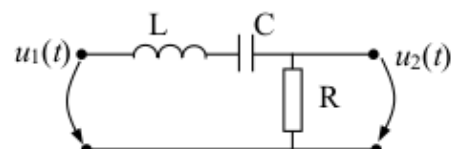

Fig. 3.
- Fig. 3: $R = 50 \dots 100 \Omega$, $L = 1\text{mH}$. Atenție! Aplicarea unei amplitudini mari ($> 1V_{VT}$) poate duce la arderea bobinei! Măsurați rezistența bobinei la ohmetru pentru a verifica că nu este întreruptă.
(3) Pentru circuitul din Fig. 3: (a) prin găsirea maximului, determinați experimental frecvența de rezonanță f_0 . Calculați eroarea cu care ați determinat f_0 , față de valoarea calculată pe baza valorilor L , C măsurate. (b) Determinați banda de frecvențe B_{-3dB} , experimental, pe osciloscop. Cât sunt frecvențele de tăiere, f_{01} și f_{02} ? (c) măsurați, folosind voltmetrul de c.a., valoarea $|H_{\max}(\omega)|$. (d) determinați, prin metoda dezacordului, factorul de calitate al circuitului, Q ; (e) determinați eroarea relativă limită, datorată citirii pe ecranul osciloscopului, la măsurarea lui $|H_{\max}(\omega)|$. (f) măsurați R , L și C la o frecvență apropiată de f_0 . Calculați toleranțele față de valorile nominale. La ce frecvență ați măsurat valorile nominale?